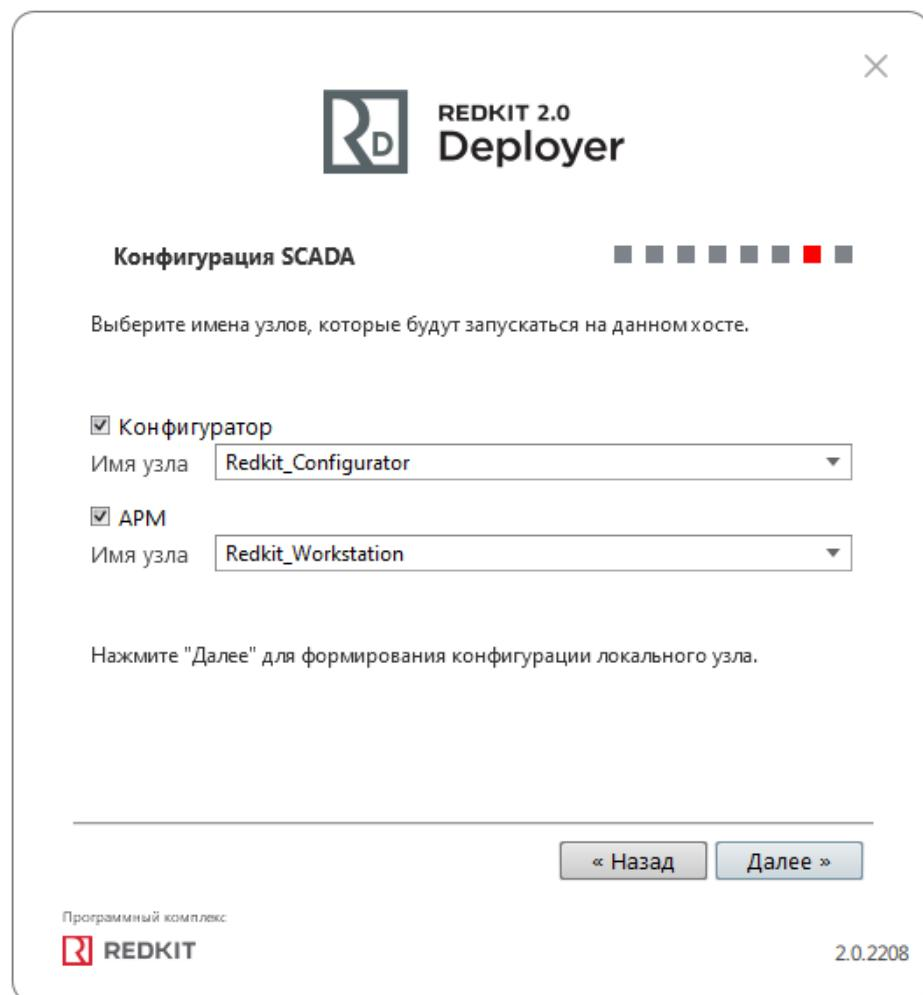

Рисунок 127 - Конфигурация SCADA
15. Выберите узлы Конфигуратор и АРМ. Нажмите Далее (Рисунок 127).